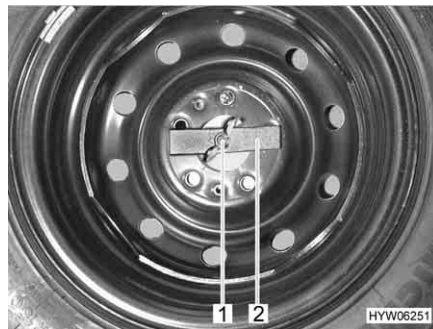

Fig. 182 Ruota di scorta nel gavone di coda
- Svitare manualmente il dado ad alette (Fig. 182,1) e rimuoverlo.
- Rimuovere la barretta di compressione (Fig. 182,2).